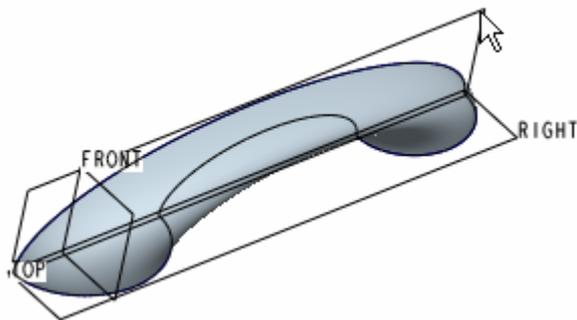

图 61-7
- (1) 选中步骤 2 建立的曲面，单击 ，打开镜像特征操控板。
- (2) 如图 61-7 所示，选择 TOP 基准平面为镜像平面。